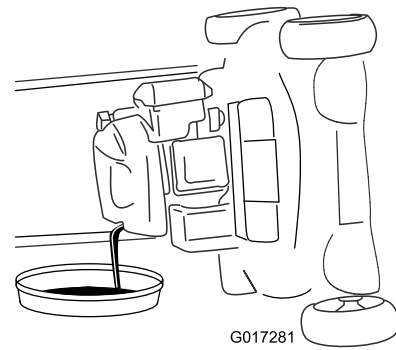

**Figure 32**
3. Tournez le bouchon dans le sens antihoraire et sortez la jauge (Figure 32).
10. Relevez le niveau d'huile indiqué sur la jauge (Figure 32).